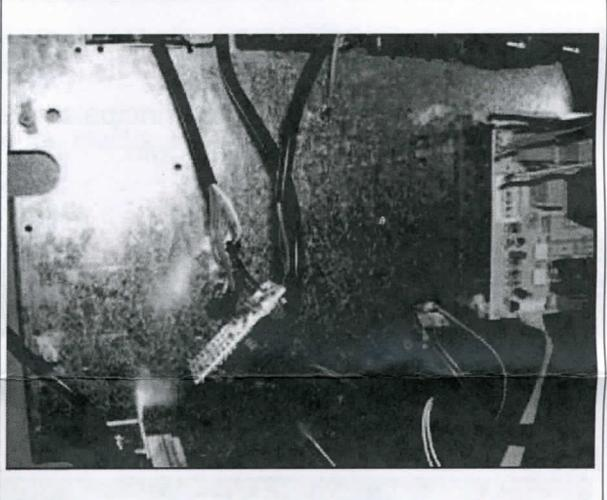

Fig. 6 - Pic. 6
5. La **Fig. 6** fornisce un'immagine di come si presenta il generatore una volta rimossa la scheda